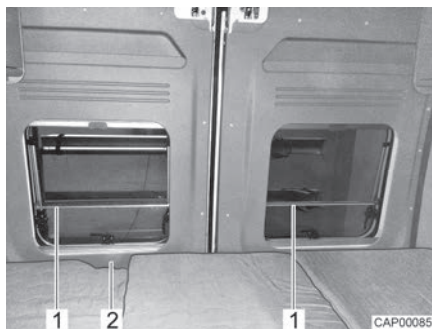

Fig. 49 Protezione anticaduta (letto longitudinale in coda)
- ▷ Le finestre delle porte di coda sono dotate di una protezione anticaduta (Fig. 49,1). La porta di coda può essere aperta dall'interno mediante la maniglia (Fig. 49,2).